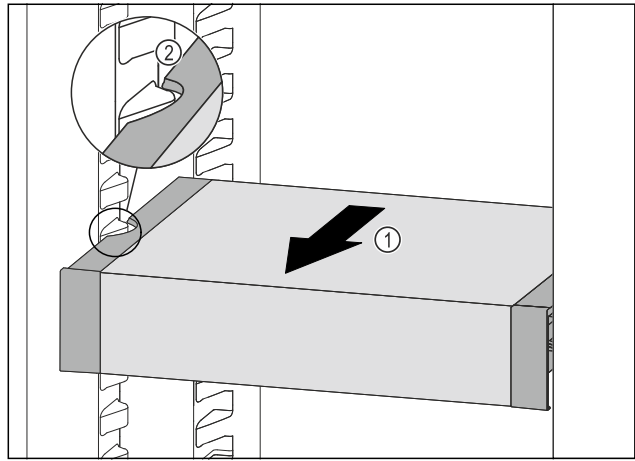

Fig. 185
- Tirer le VarioSafe vers l'avant Fig. 185 (1) jusqu'à ce que les encoches latérales du VarioSafe se trouvent au niveau de la nervure du bac dans la partie réfrigérateur.
- Fig. 185 (2)